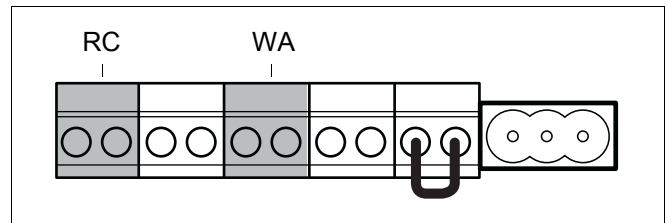

Fig. 27 Regletă – Telecomandă de cameră RC și solicitare de apă caldă fără potențial
- Nu este posibil să racordați în același timp la cazan mai mult de o telecomandă de cameră (Fig. 27).